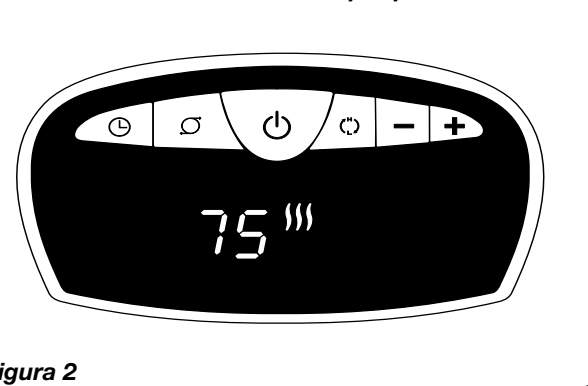

Figura 2
7. Al encender el Calefactor, la unidad estará en calor ALTO (III) (1500 vatios) y mostrará la temperatura actual de la habitación (Figura 2)
8. Oprima el botón (⏻) para calor BAJO (II).